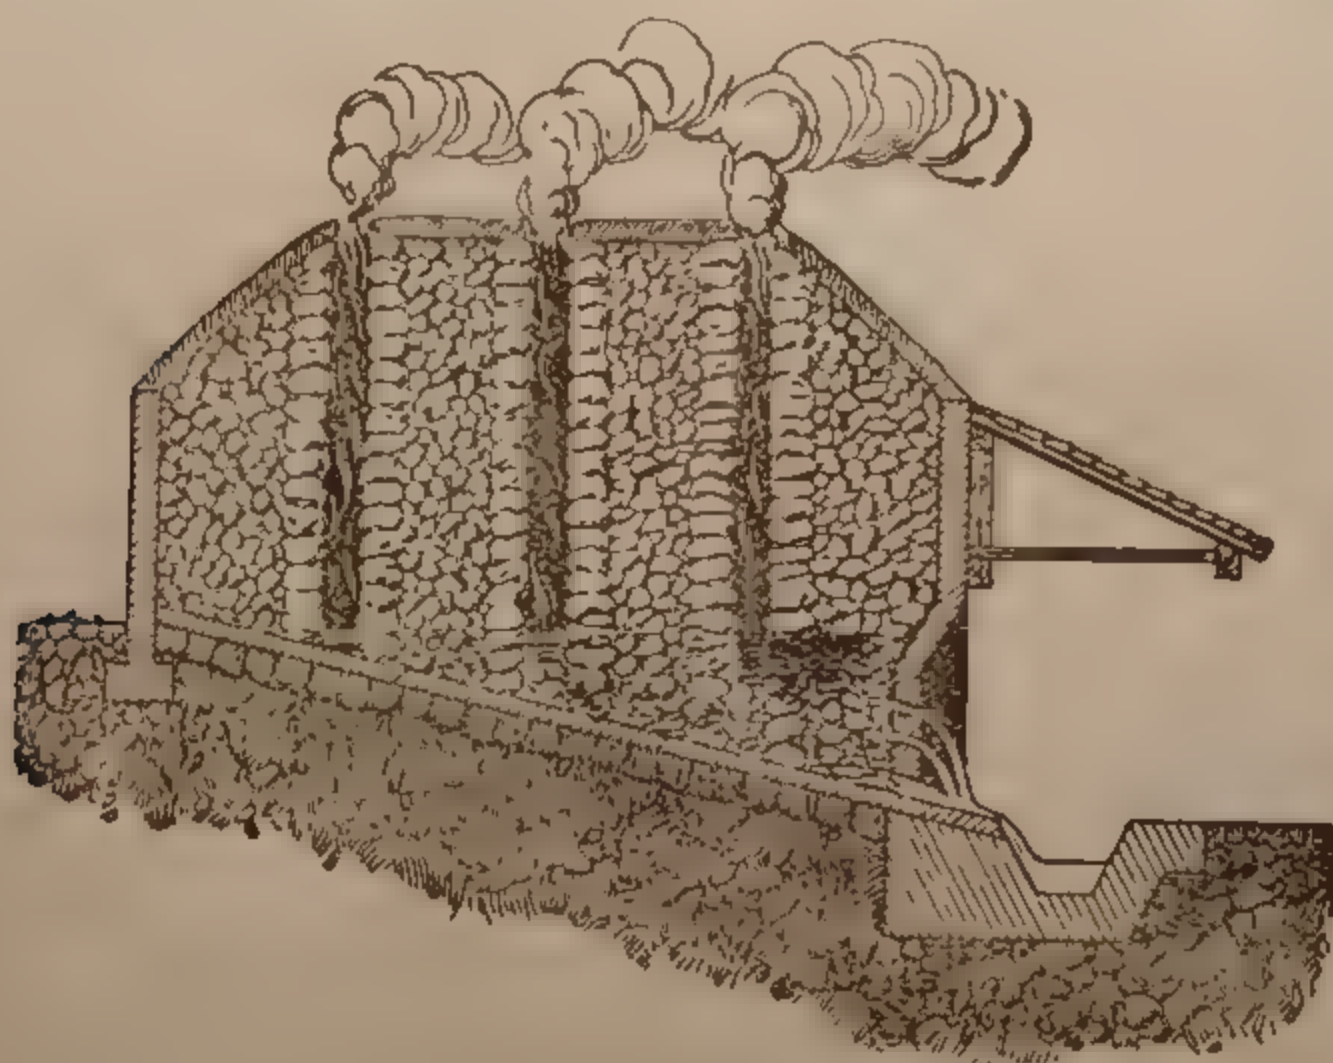

FIG. 98. - Un calcarone visto in sezione.
**ESTRAZIONE.** — Il solfo che si trova in natura è sempre mescolato colla roccia (detta *ganga*) dalla quale bisogna separarlo. In Sicilia la separazione si faceva una volta col metodo dei *calcaroni*, cioè facendo delle cataste di materiale solfifero, entro fosse ampie circondate da un muro e col pavimento inclinato (fig. 98); nella catasta si lasciano dei canali verticali per il passaggio dell'aria, e il tutto si ricopre con terra; si dà quindi fuoco dall'alto (utilizzando i canali) al solfo, il quale in parte brucia sviluppando anidride solforosa, ma la rimanente parte pel calore fonde, e scorrendo sul pavimento inclinato esce per mezzo di aperture e si raccoglie in casse bagnate in modo che si solidifica dando senz'altro i pani: questo metodo produce però una notevole perdita in solfo, che se ne va via